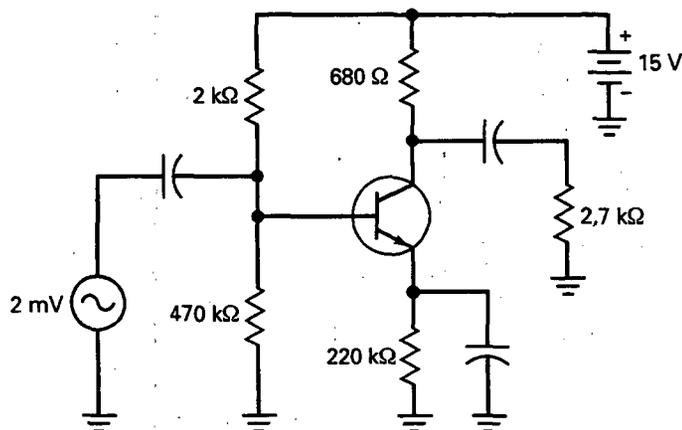

Figura 9-24
- 9-7. Si queremos funcionamiento para pequeña señal en la Figura 9-24, ¿cuál es la máxima corriente alterna permisible en el emisor?
- 9-8. La resistencia de emisor de la Figura 9-24 se duplica. Si queremos funcionamiento para pequeña señal en la Figura 9-24, ¿cuál es la máxima corriente alterna permisible en el emisor?
- 9-12. ¿Cuál es la resistencia para señal del diodo emisor en la Figura 9-24?
- 9-13. Si la resistencia de emisor de la Figura 9-24 se duplica, ¿cuál es la resistencia para señal del diodo emisor?
- 9-14. ¿Cuál es la impedancia de entrada de la base en la Figura 9-24 si $\beta = 250$?
- 9-15. Si la resistencia de emisor se duplica en la Figura 9-24, ¿cuál es la impedancia de entrada de la base con $\beta = 250$?
- 9-16. Si la resistencia de $680\ \Omega$ se cambia a $330\ \Omega$ en la Figura 9-24, ¿cuál es la impedancia de entrada de la base si $\beta = 250$?
- 9-17. Dibuje el circuito equivalente para señal para la Figura 9-24 con $\beta = 175$.
- 9-18. Duplique todas las resistencias en la Figura 9-24. Después dibuje el circuito equivalente para señal para una ganancia de señal de 200.
- 9-27. En la Figura 9-24, la resistencia Thevenin vista por el condensador de desacoplo es 30 ohmios. Si el emisor se supone que es una masa para señal para frecuencias de 20 Hz a 20 kHz, ¿qué valor debería tener el condensador de desacoplo?